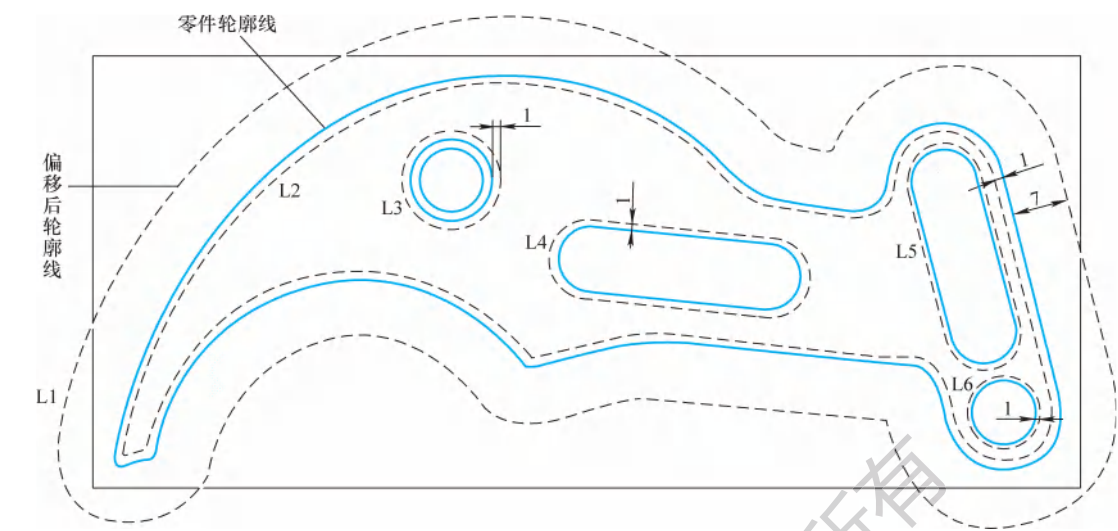
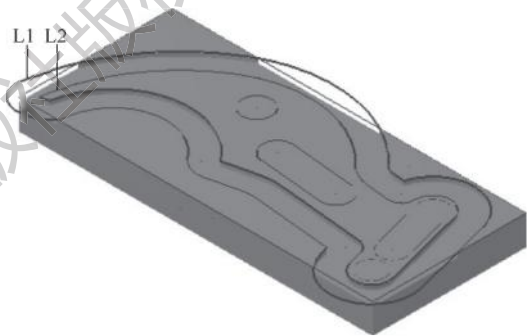

图 7-2 创建夹具线框
图 7-3 创建夹具主体
选择【转换】/【串连补正】命令，根据图 7-2 所示偏移 6 条轮廓线，具体偏移距离如图 7-2 所示。
2) 新建第 4 图层（夹具）。选择【实体】/【创建】/【拉伸】命令，选择刚创建的矩形，以向下拉伸 10.0mm 的方式创建长方体，结果如图 7-3 所示，以创建夹具的主体。
选择【实体】/【拉伸】命令，选择图 7-3 所示偏移获得的 L1 和 L2 封闭曲线，以向下拉伸切割 1.5mm 的方式创建避空位，结果如图 7-4a 所示。采用相同的方法，以向下拉伸切割 1.5mm 的方式继续创建其他避空位，所有避空位均使用图 7-2 所示偏移获得的封闭曲线，结果如图 7-4b 所示。